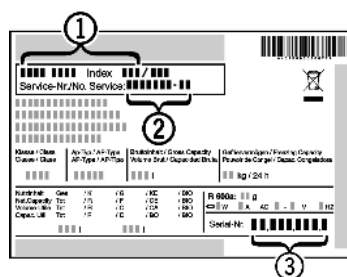

Fig. 14
- Наименование устройства *Fig. 14 (1)*, сервисный № *Fig. 14 (2)* и серийный № *Fig. 14 (3)* считайте с заводской таблички. Заводская табличка находится внутри устройства слева.
- Обратитесь в сервисную службу и сообщите вид неисправности, наименование устройства *Fig. 14 (1)*, сервисный № *Fig. 14 (2)* и серийный № *Fig. 14 (3)*.